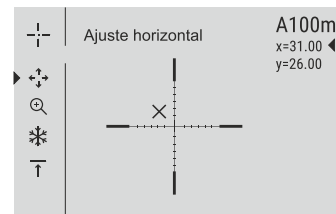

Fig.5
- Si el punto de impacto no coincide con el punto de mira (centro de la retícula del visor), mantenga pulsado el botón **M (4)** para entrar al menú principal.
- Una cruz auxiliar \times , aparece en el centro de la pantalla y las coordenadas de la cruz auxiliar X e Y aparecen en la esquina derecha superior (véase la Fig. 5).
- Cambie entre las direcciones de movimiento de la cruz auxiliar, de horizontal a vertical, pulsando brevemente el botón **M (4)**. Guarde la nueva posición de la retícula pulsando prolongadamente **M**.